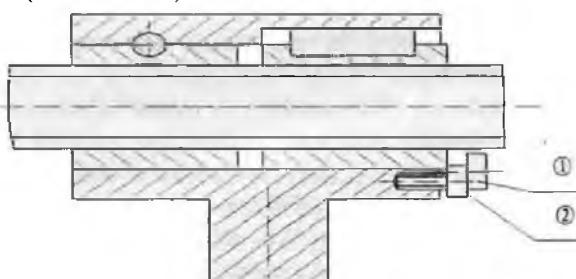

Рис.6
- 4) Регулировка свободного хода винта подачи. (См. Рис. 6).